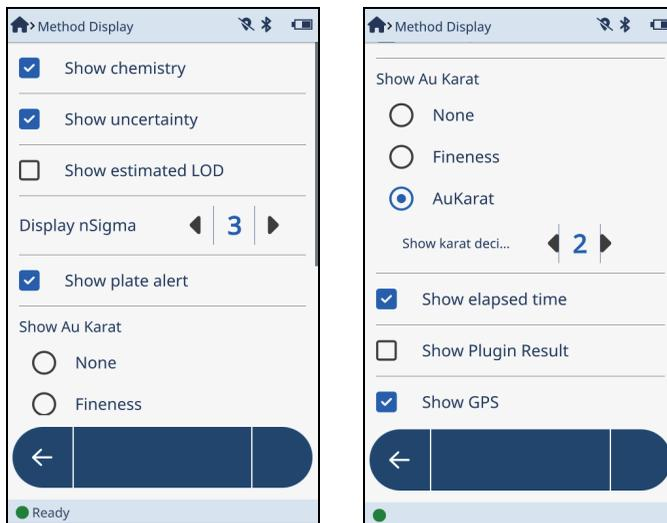

图 2-22 方式显示屏幕：第一页（左图）和第二页（右图）
- 在贵金属方式的**Method Display**（方式显示）屏幕中，选择**Show chemistry**（显示化学成分）、**Show uncertainty**（显示不确定性）、**Show plate alert**（显示镀金警报）和**Show Au Karat**（显示金克拉）>**AuKarat**（金克拉）>**Show Au Karat decimal**（显示金克拉小数）（参见第42页的图 2-22）。